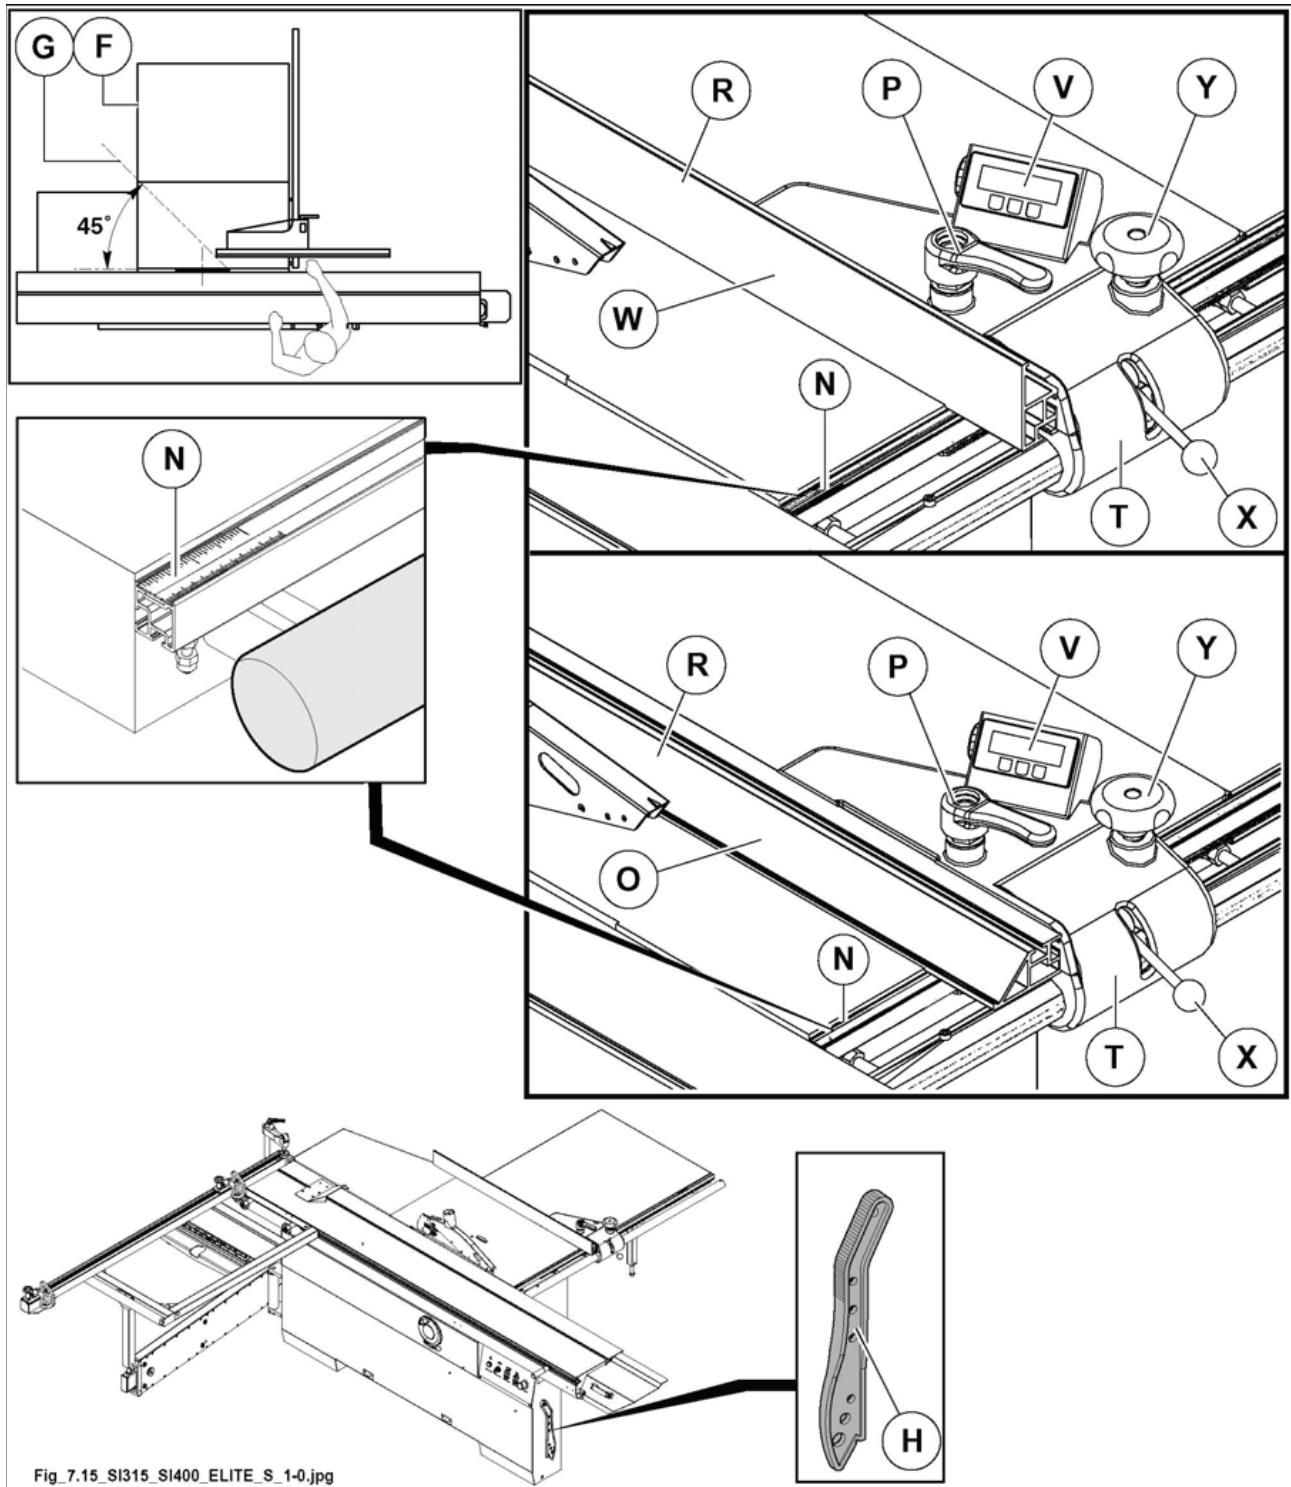

Рис. 7.15
- 2) Одновременно нажать на экране (V рис. 7.15) клавиши и (появится значение предварительной установки) и убедиться, что отображен символ .
- 6) Для обнуления миллиметровой линейки (N рис. 7.15) см. параграф 7.14.1.
Линейка (R рис. 7.15) может перемещаться продольно после разблокировки ручки (Р рис. 7.15); закончив каждое позиционирование, следует затянуть ручку.
передний конец линии никогда не должен выступать из конца на стороне поверхности (F рис. 7.15), а должен переходить к воображаемой линии (G рис. 7.15), которая начинается с первым зубом резца и проходит на 45° вперед. Это необходимо для того, чтобы избежать зацепления восходящих зубьев за детали и оператора.
Линейка (R рис. 7.15) может принимать 2 разных положения после того, как была ослаблена ручка (Р рис. 7.15):
- 1) Вертикальное положение с боковиной (W рис. 7.15), повернутой к элементу (на экране нажать клавишу , пока не появится символ).
- 2) Горизонтальное положение (O рис. 7.15) для резов тонких элементов и для наклонных резов(на экране нажать клавишу , пока не появится символ).
- 3) По окончании позиционирования затянуть ручку (Р рис. 7.15).
- ослабить ручку (Х рис. 7.15);
- вручную сдвинуть группу направляющей (Т рис. 7.15) согласно с указаниями метрической линейки (N рис. 7.15) или шкалы (V рис. 7.15).
- толкнуть ручку (Y рис. 7.15) и повернуть ее.
- Закончив регулировку, затянуть ручку (Х рис. 7.15).